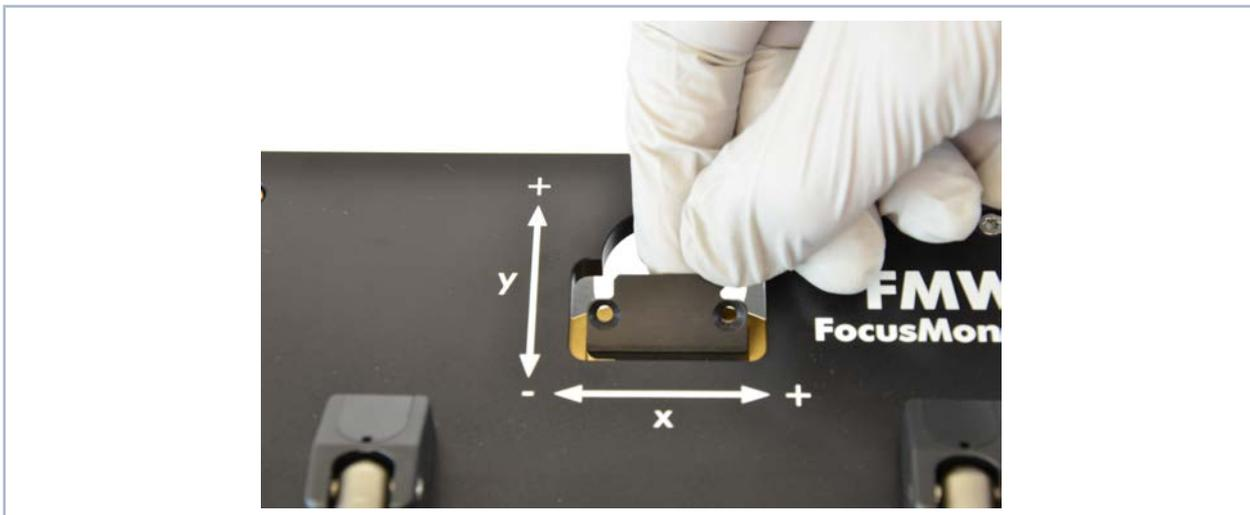

Abb. 5.4: Halteblech einsetzen
- Setzen Sie das Halteblech mit der Führungsnut nach oben zeigend unter etwa 45 Grad in die Drehscheibe ein und drücken es dann nach unten in die Aussparung (siehe Abb. 5.4).